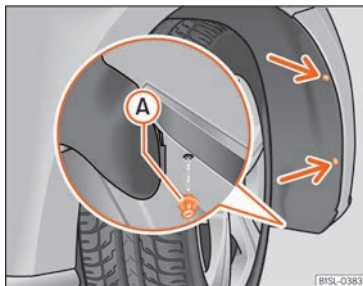
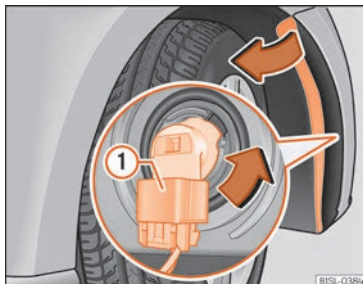

Abb. 50 Radhausschale vorn rechts: Zugang zur Glühlampe
Abb. 51 Glühlampe im Scheinwerfer auswechseln.
- Schrauben Sie die 2 Befestigungsschrauben der Radhausverkleidung »» **Abb. 50** (Pfeile) mit dem Schraubendreher aus dem Bordwerkzeug heraus »» Seite 38.
- Anschlussstecker »» **Abb. 51** ① entriegeln und abziehen.
- Lampenhalter »» **Abb. 51** in Pfeilrichtung **entgegen dem Uhrzeigersinn** bis zum Anschlag drehen und mit der Glühlampe nach hinten herausziehen.
- Anschlussstecker ① auf den Lampenhalter stecken. Der Anschlussstecker muss hörbar einrasten.
- Spreizniete in die Radhausverkleidung und den Stoßfänger einsetzen und vollständig hineindrücken »» **Abb. 50** **A**.
- Schrauben Sie die beiden Befestigungsschrauben »» **Abb. 50** (Pfeile) mit einem Schraubendreher fest.